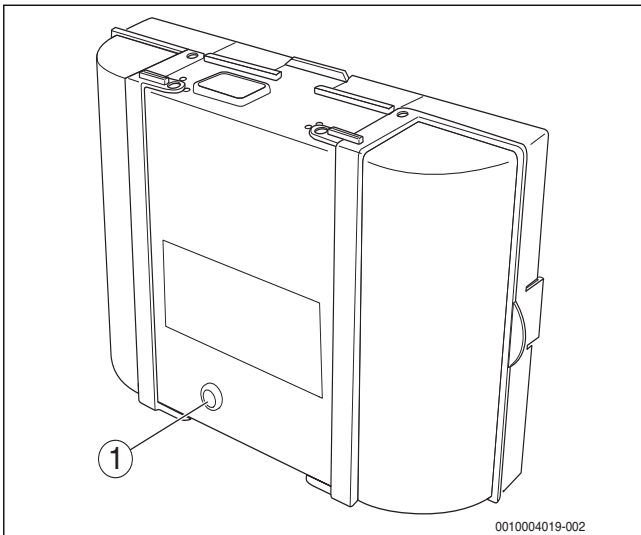

Bild 86 Störungen am Feuerungsautomaten zurücksetzen
- ▶ Taste „Entstören“ am Feuerungsautomaten drücken (→ Bild 86). Die Störung wird nicht mehr im Display angezeigt.